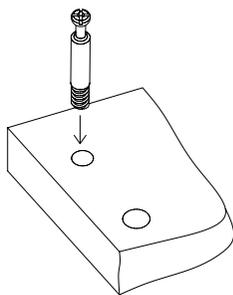

Рис.2
2. Вкрутите шпильки минификсов в соответствующие отверстия деталей 1, 2 и деталь 1 от ИЗ-580 (Рис. 2).